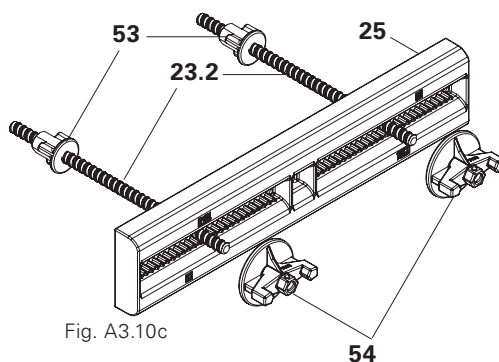
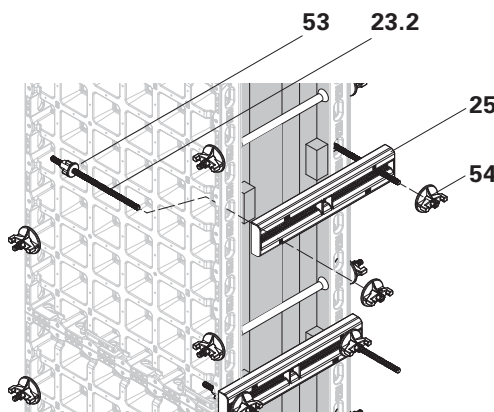

Fig. A3.10c
Fig. A3.10d
2. Sur le côté du panneau, visser l'écrou à 3 oreilles (53) sur l'ancrage pour angle (23.2).
3. Fixer et maintenir la filière de compensation DUO 62 (25) sur l'ancrage pour angle.
4. Visser à la main l'écrou-disque orientable DW 15 (54) sur l'ancrage pour angle DUO (23.2). (Fig. A3.10c + fig. A3.10d)